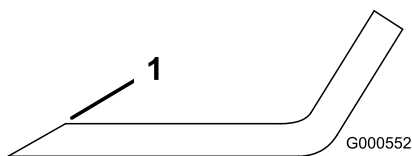

Figure 59
1. Au moyen d'une lime, aiguisiez les tranchants aux deux extrémités de la lame (Figure 59).
**Remarque:** Si la lame est déséquilibrée, limez un peu l'extrémité de l'ailette seulement (Figure 59).